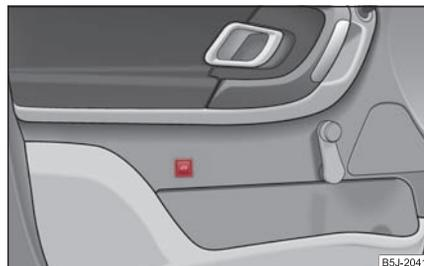

Abb. 39 Gepäckraumklappe entriegeln
**Bei Fahrzeugen ohne Zentralverriegelung** entriegeln Sie die Gepäckraumklappe durch Drücken der Taste an der Fahrertür ⇒ Abb. 39.